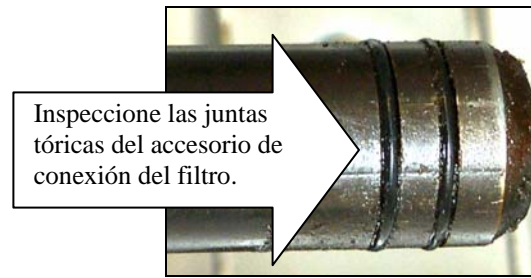

Figura 2
2. Inspeccione el accesorio de conexión de la fuente del filtro para asegurar que ambas juntas tóricas estén en buen estado. (Vea la figura 2)